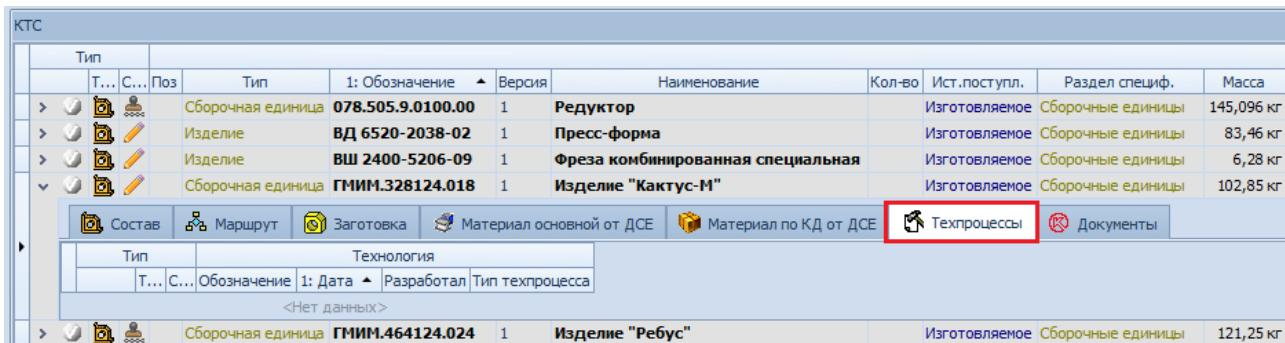

Рисунок 88. Вкладка "Техпроцессы"
10. На вкладке «**Техпроцессы**» (рис. 88) необходимо указать технологические процессы, которые должны быть выполнены при прохождении элементов маршрута.